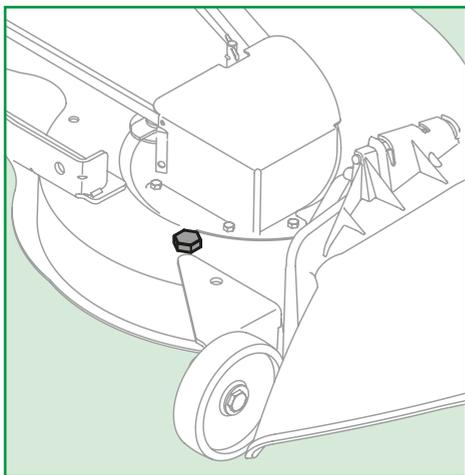
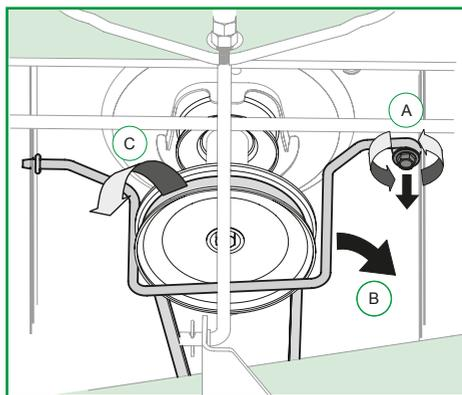

Figura 20
Figura 21
Un retén hexagonal puede ser encontrado en la superficie de la plataforma. Ver Figura 20.
8. Deslice el perno cruzando el soporte soldado de la plataforma y el asta de elevación prendiéndolos con una presilla, conforme Figura 21;
10. Posicione la correa (C) en la polea de transmisión del tractor;
11. Ajuste el asta de seguridad que mantiene la correa en la polea de transmisión del tractor y fijela con un tornillo hexagonal (A) el asta de protección de seguridad (B), conforme Figura 20.